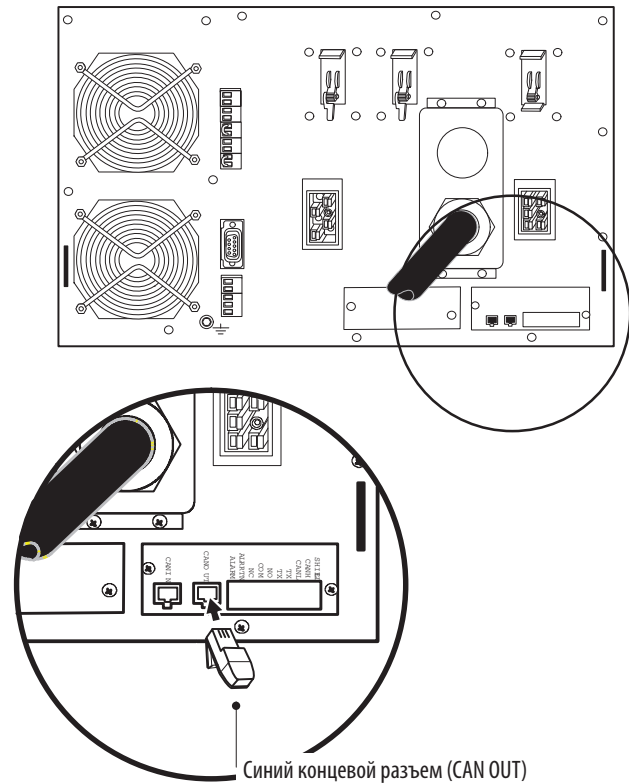

Рисунок 35. Установка синего концевого разъема (последний ИБП)
10. Второй синий концевой разъем (см. рисунок 35) установите в порт CAN OUT последнего ИБП (UPS 3 на рисунке 36).